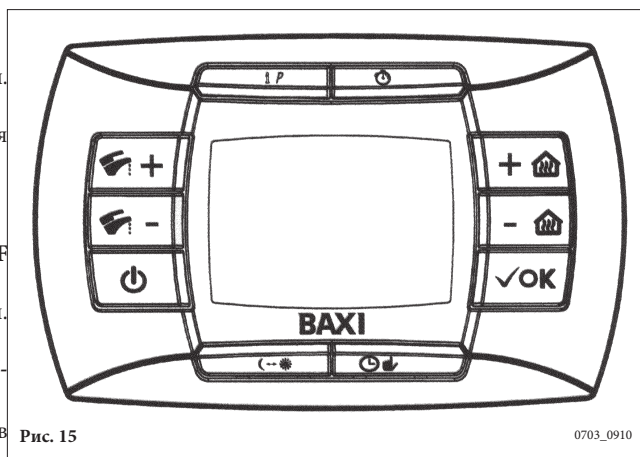

Рис. 15
- нажать и держать нажатой кнопку  и затем нажать  (см. рис.15).